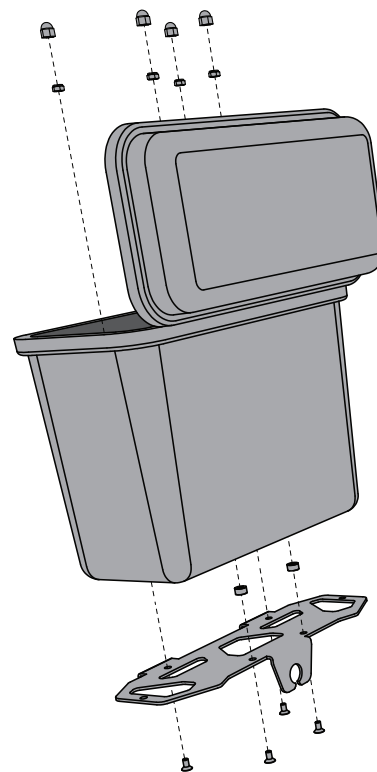

Abbildung 11. Montage der Schnellverriegelungsvorrichtung an der Box
2. Montieren Sie die Schnellverriegelungsvorrichtung mithilfe der vier 20-mm-Befestigungen, zwei Abstandshaltern (zwischen Halterung und Box) und vier Sicherungsmuttern wie in **Abbildung 11** gezeigt an der wasserdichten Box. Ziehen Sie die Befestigungen mit einem Anzugsmoment von **11,0 Nm (8,1 ft-lbf)** fest.